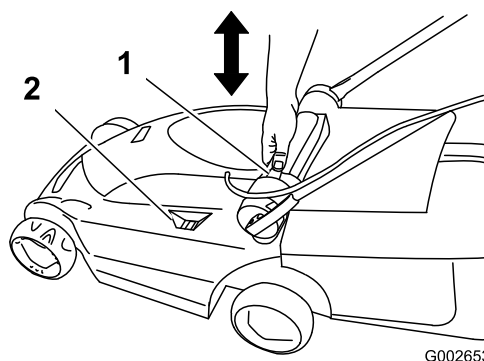

Figure 19
2. Appuyez sur le bouton de réglage de la hauteur de coupe avec le pouce, et poussez ou tirez la poignée de hauteur de coupe à la position de réglage voulue selon l'indication de hauteur de coupe (Figure 19).